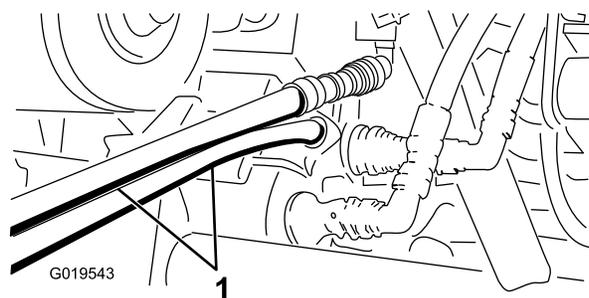

図 77
5. 救援側のワークマンのカップラブラケットのにまだついているカップラに、救援用ホースを接続する上のホースは上のカップラに、下のホースは下のカップラに接続する 図 77。